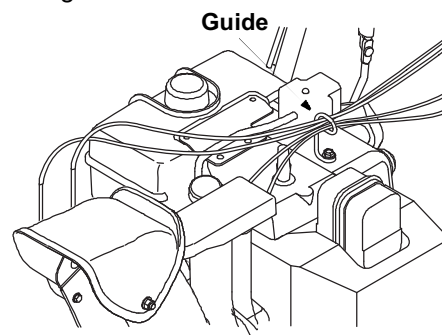

Figure 7
- Glissez les câbles allant du tableau de bord à la goulotte dans le guide qui se trouve sur le moteur. Voir la Figure 7.